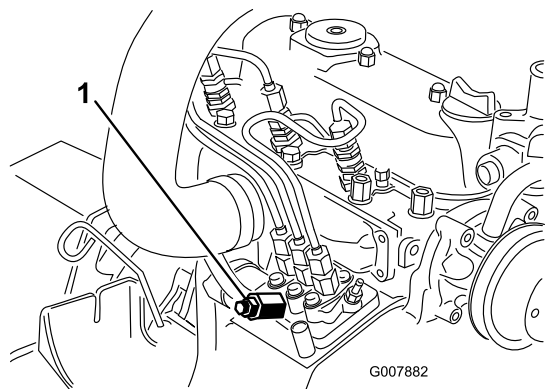

Figure 36
3. Placez un chiffon sous la vis de purge d'air sur la pompe d'injection et ouvrez-la (Figure 36).